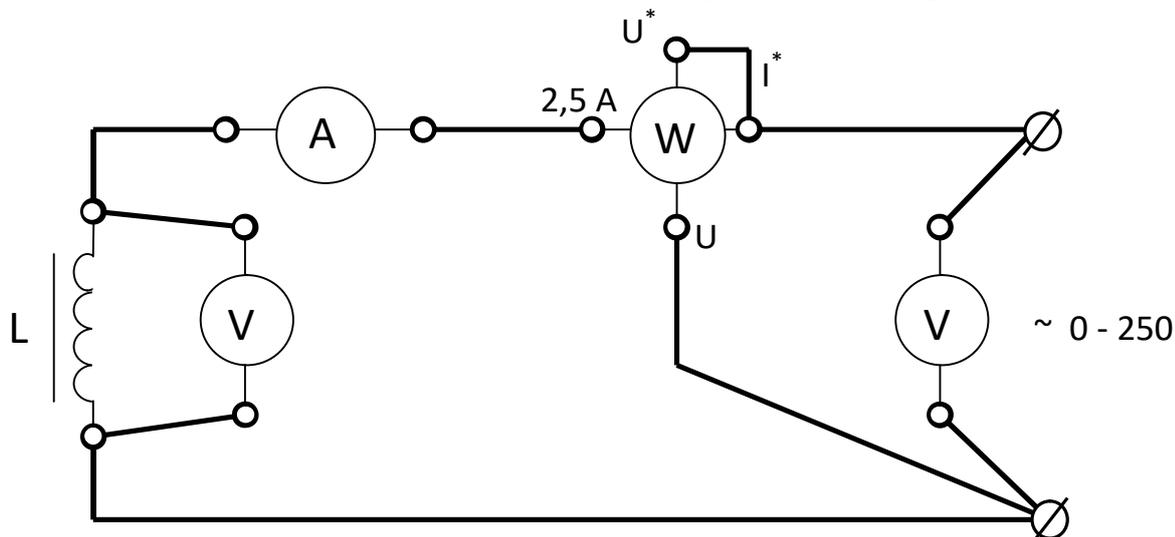

Рис. 2.6. Схема для исследования цепи с реальной катушкой индуктивности
11. Соберите цепь, изображенную на рис.2.6.